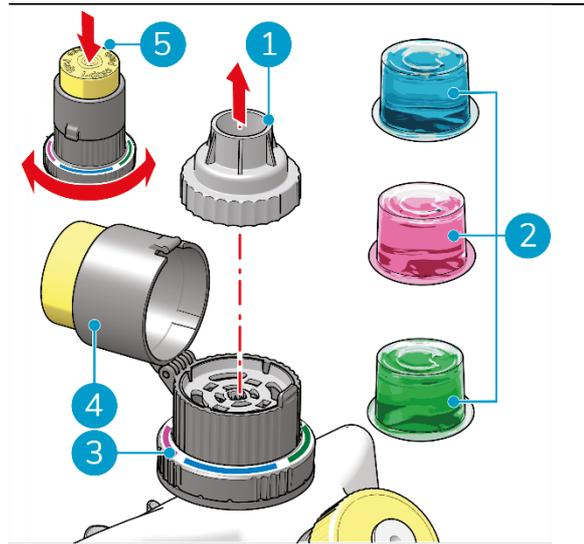

Figura 19
4. Se del caso, rimuovere la vecchia capsula i-dose e togliere il tappo (Figura 19, pos. 1).
5. Posizionare la capsula i-dose desiderata (Figura 19, pos. 2) nell'iniettore i-dose.
6. Rimettere il tappo (Figura 19, pos. 1).
7. Chiudere la parte superiore di i-dose (Figura 19, pos. 4).